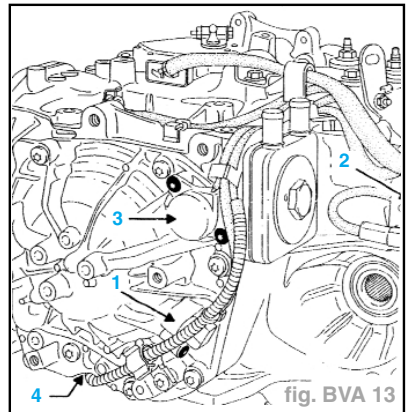

fig. BVA 13
**Position des capteurs** (fig. BVA 13) :